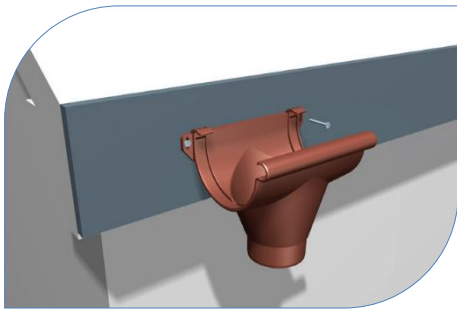

Рис. 7
3.1 Визначте місця для лійки , пам'ятайте, що це завжди найнижчий місце водостічної системи (рис. 7)